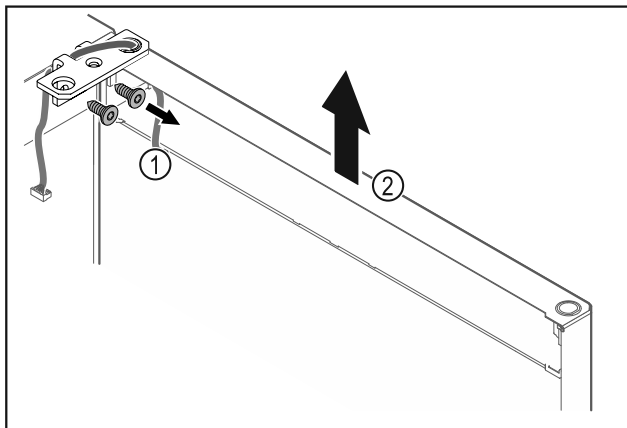

Fig. 18
- ▶ Odvrtite kutne šarke Fig. 18 (1).
- ▶ Dignite vrata s kutnim šarkama Fig. 18 (2) cca 200 mm ravno prema gore i skinite ih.